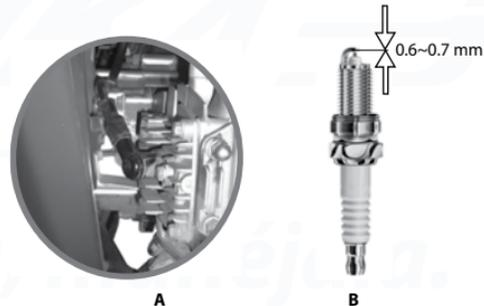

Imagen 18. Bujía.
2. Localizar el cable de la bujía. Ver imagen 18-A.
7. Verificar la calibración de los electrodos de la bujía, la cual debe ser de 0.6 a 0.7 mm. Ver imagen 18-B.